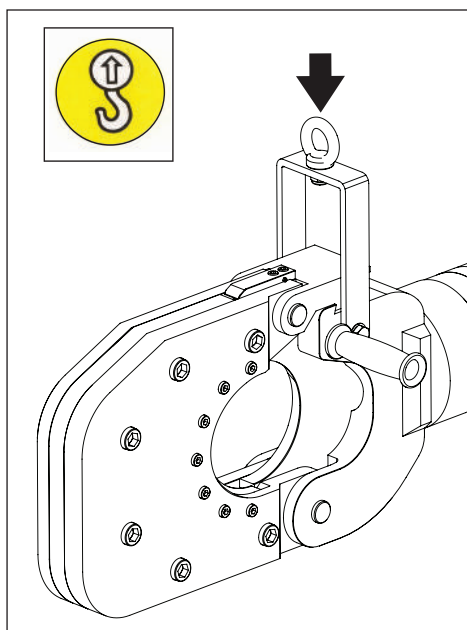

図7:カッターの吊り上げ位置
- カッターの移動や輸送が必要な場合は、必ずカッターのハンドルまたは付属のリフティングアイを使用してください。図7を参照してください。適切な定格の昇降装置を使用してください。